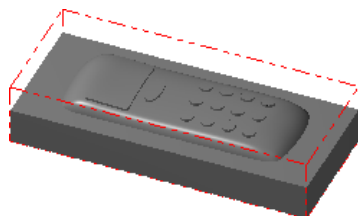

图 24.3 显示工件
Step4. 单击“机器群组属性”对话框中的  按钮, 完成工件的设置。此时零件如图 24.3 所示, 从图中可以观察到零件的边缘多了红色的双点画线, 双点画线围成的图形即为工件。